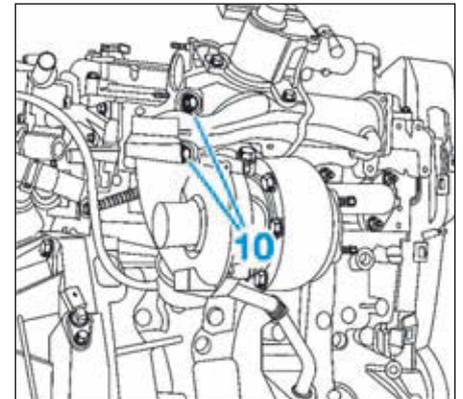

FIG.69
- les vis du module de recyclage des gaz d'échappement (10) (Fig.69),